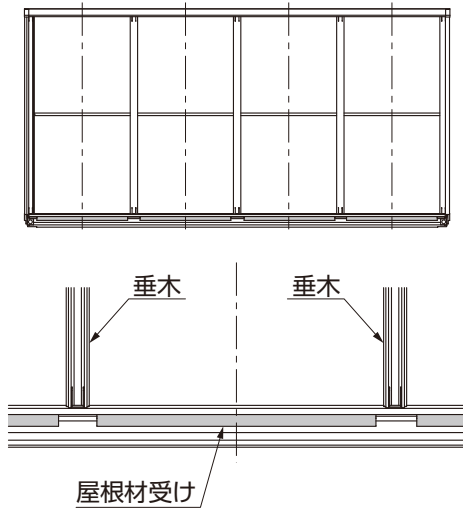

図9-4
(1) 屋根材の取付け
- ① 屋根材受けを垂木と垂木の間位置に合わせてください。(図9-4参照)